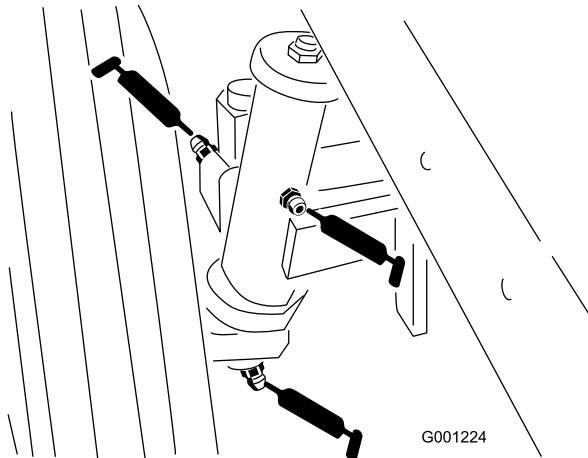

**Bild 34**
- Universelle Zapfwelle (Bild 34)